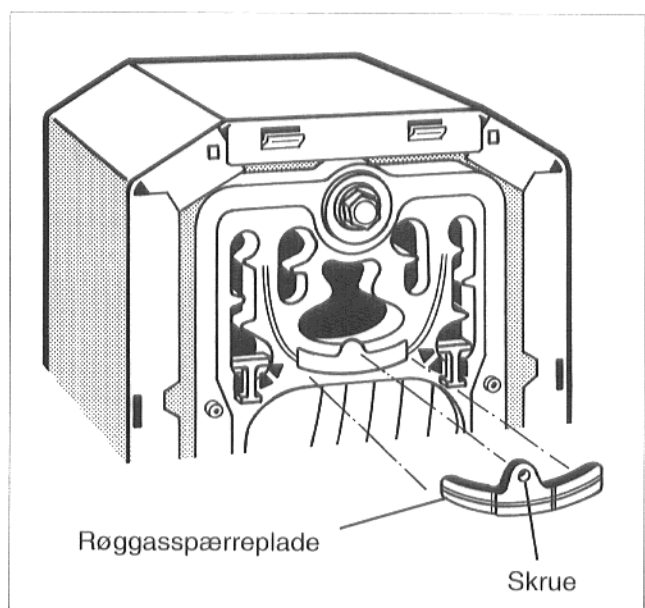

Fig. 33
- Skruen i midten af røggasspærreplade fjernes (Fig. 33).